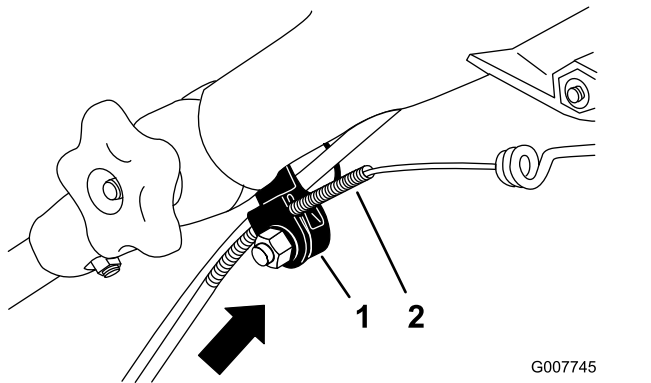

Bild 50
**Hinweis:** Sie können ein Lineal außen an die schwarze Kabelhalterung anlegen und messen, wie weit sich das obere Ende des Kabelmantels bewegt (Bild 50).